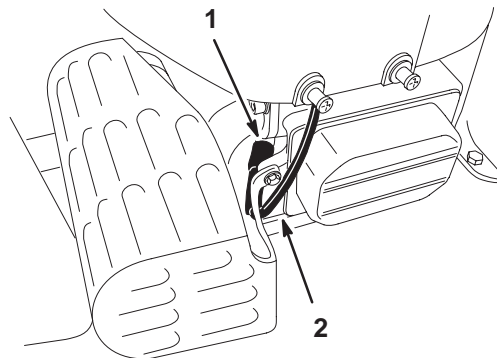

Bild 26
- Ziehen Sie den Kerzenstecker von der Zündkerze (Bild 26). Reinigen Sie den Bereich um die Zündkerze, um zu verhindern, dass Schmutz in den Motor fallen und Schäden verursachen kann.
3. Stecken Sie den Zündkerzenstecker wieder auf die Zündkerze auf (Bild 26).